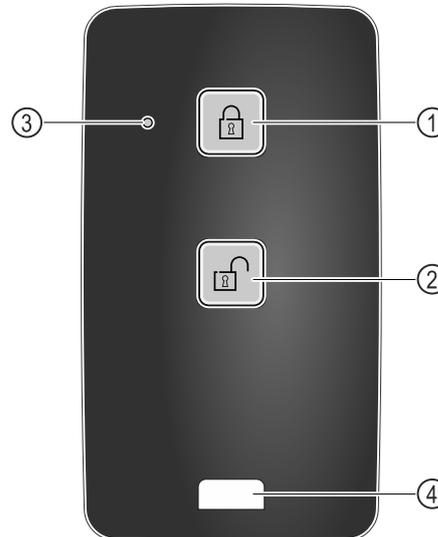

Fig. 212
- (1) Schloss verriegeln
- (2) Schloss entriegeln
- (3) Status LED
- (4) Befestigungsöse
- ▶ Taste Fig. 212 (1) auf der Fernbedienung drücken.
- ▶ Taste Fig. 212 (2) auf der Fernbedienung drücken.
- ▶ Status-LED Fig. 212 (3) gibt bei Tastendruck eine optische Rückmeldung.
- ▶ Öse Fig. 212 (4) zur Befestigung der Fernbedienung, zum Beispiel an einem Schlüsselbund.